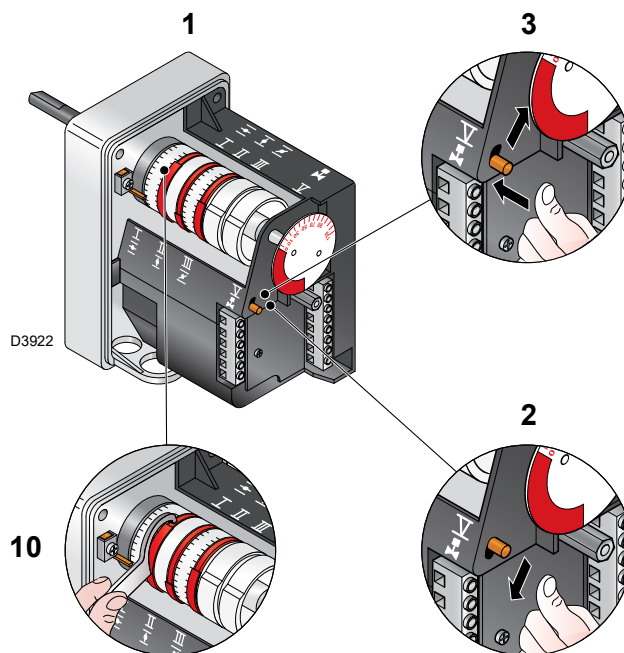

Fig. 28
- Per l'eventuale regolazione della camma III, specie per i piccoli spostamenti, è possibile utilizzare l'apposita chiave 10)(Fig. 28) trattenuta da una calamita sotto il servomotore.
Legenda (Fig. 28)